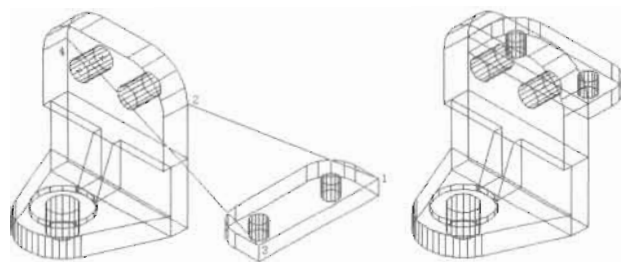

图 14-60
(6) 在命令提示行输入 `Align` 命令并回车, 使用两对点方式将模型 4 与模型 1 对齐, 如图 14-60 所示, 命令执行过程如下。